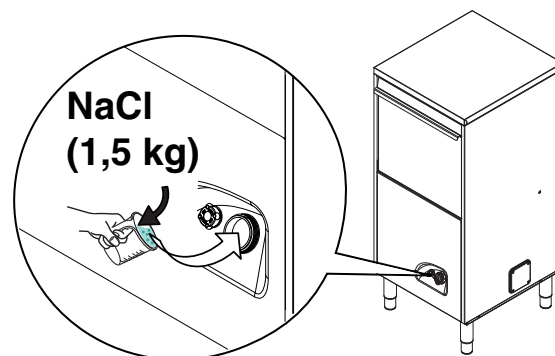

Fig. 24
- Håll cirka 1,5 kg grovt koksalt [NaCl] i den speciella behållaren "A" (1,5 kg är den mängd som krävs för att fylla saltbehållaren upp till kanten). Använd den medföljande tratten (Fig. 24).